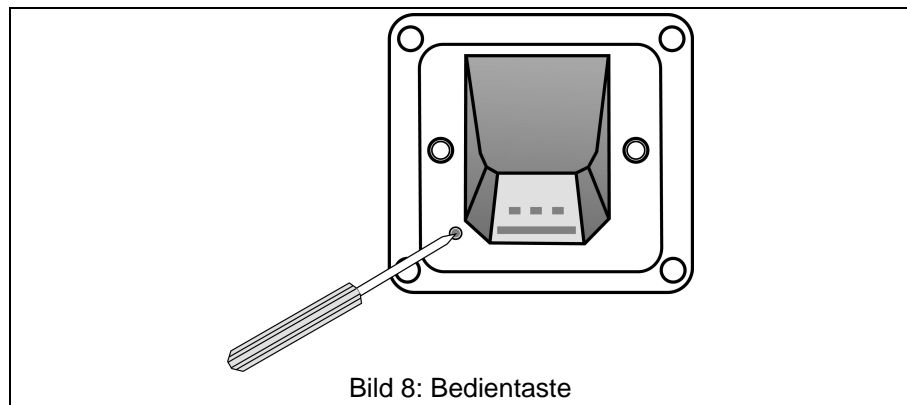

Bild 8: Bedientaste
- Mit spitzem Gegenstand so lange auf die Taste drücken wie der Schaltausgang angesteuert werden soll (Bild 8).